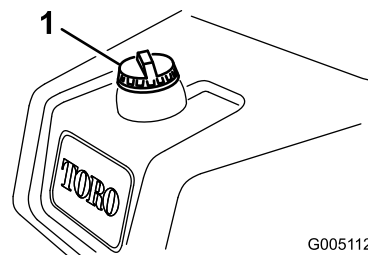

Figura 21
1. Curățați în jurul capacului rezervorului de combustibil și îndepărtați-l (**Figura 21**).